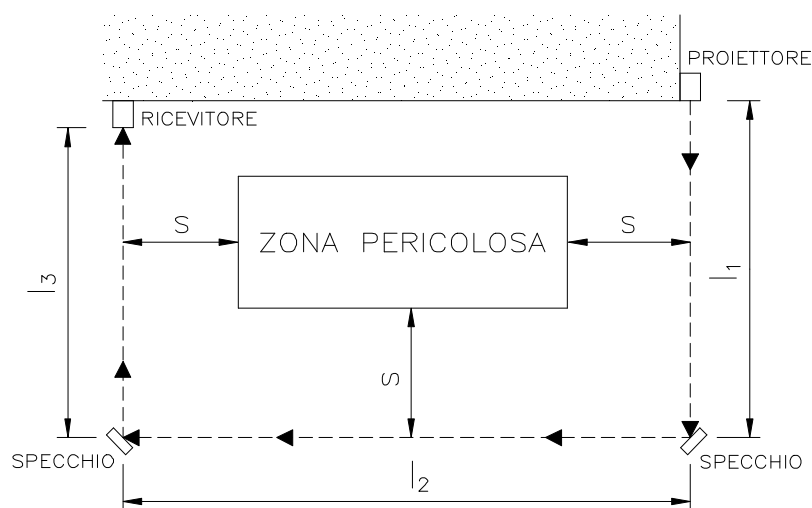

Fig. 14
- Posizionare gli specchi in modo che la minima distanza di sicurezza S (fig. 14) sia rispettata su ognuno dei lati di accesso alla zona pericolosa.